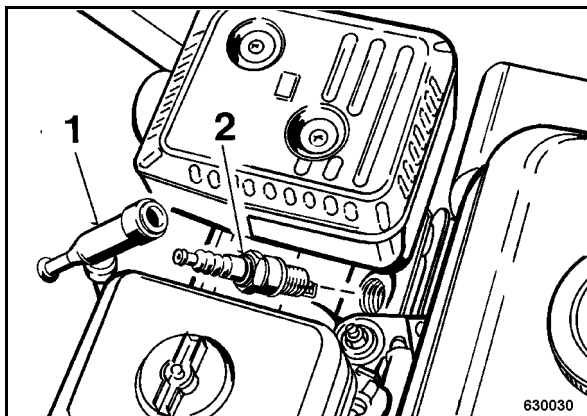

рис. 37
- Снять свечной наконечник 1 (рис. 37) и вывинтить свечу зажигания (2).